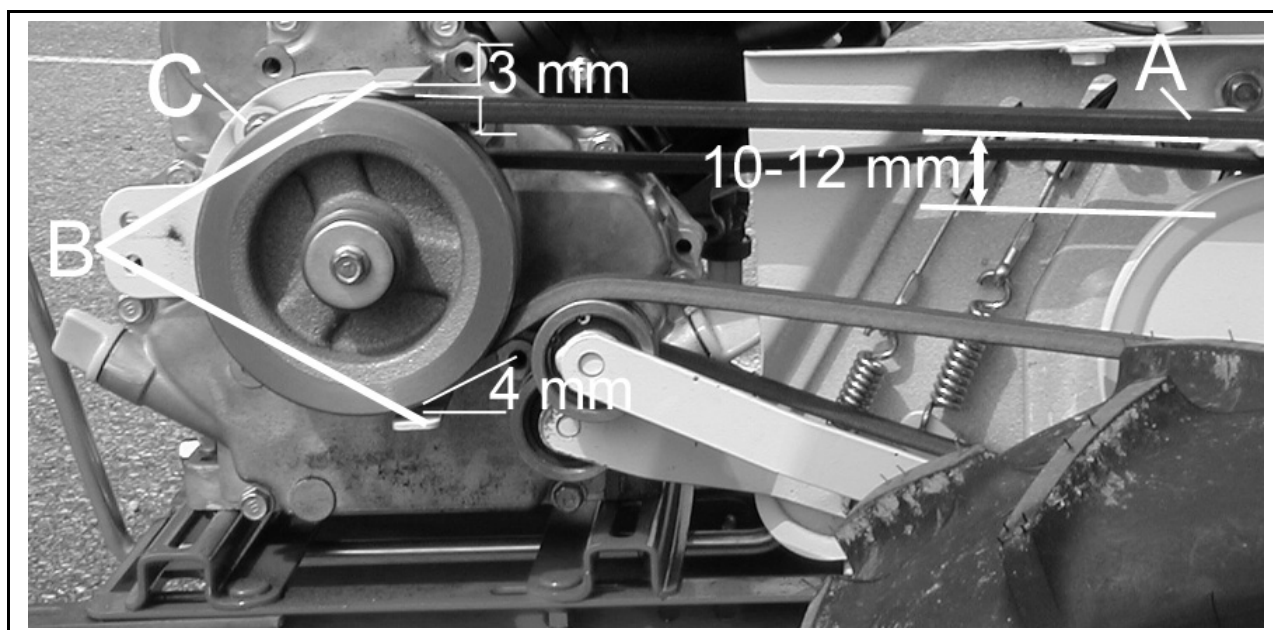

Figure 23
- Quand vous appuyez sur cette courroie avec un doigt (figure 23, repère A) la flèche doit être comprise entre 10 et 12 mm (figure 23). Si tel n'est pas le cas, modifier la tension du câble de commande des lames. Reportez-vous au chapitre « **Tension du câble commandant la rotation des lames** » page 22.
- Vérifiez aussi l'espace entre la courroie et les pattes de la pièce empêchant la courroie de sauter (figure 23, repère B).
- L'espace entre la patte supérieure et la courroie doit être de 3 mm (figure 23).
- L'espace entre la patte inférieure et la courroie doit être de 4 mm (figure 23).
- Dans le cas contraire, dévissez l'écrou maintenant cette pièce (figure 23, repère C), puis bougez la jusqu'à respecter les jeux. Revissez l'écrou, le réglage effectué.